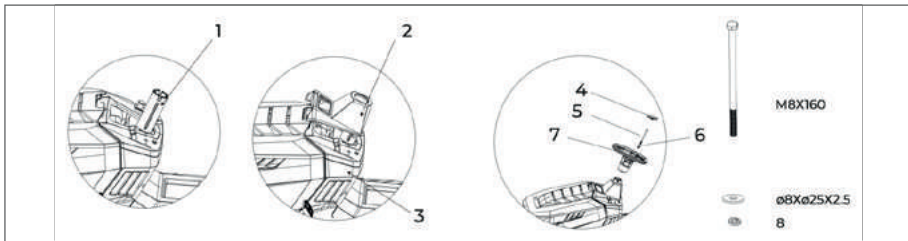

Рис. 3
### 6.2 Установка рулевого колеса (рис.3)
- Установите муфту (рис. 3, поз. 1) на вал.
- Установите нижнюю крышку рулевого колеса (рис. 3, поз. 2) на основание (рис. 3, поз. 3).
- Закрепите рулевое колесо болтом (рис. 3, поз. 5) и шайбами (рис. 3, поз. 6) (используйте шестигранный ключ из комплектующих инструментов).
- Установите крышку рулевого колеса (рис.3, поз. 4).